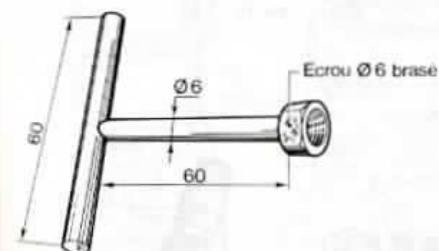

Fig. 7.
- Extraire la navette de régulation et le tirail de réglage en utilisant un outil spécial (1) (fig. 7 et 8).
(1) Extracteur de fabrication locale (fig. 7).
(2) Tirer axialement et protéger des chocs et des impuretés.